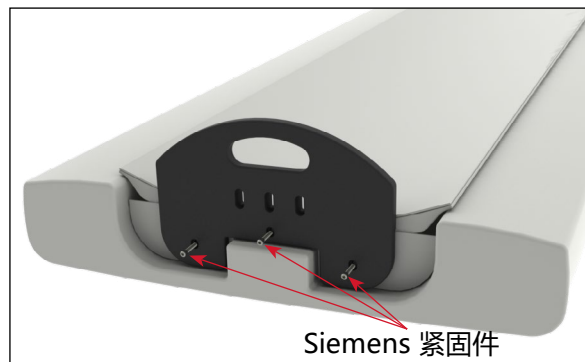

图 2
2. 使用 Siemens 紧固件安装 Qfix 脚踏板 (图 2)。